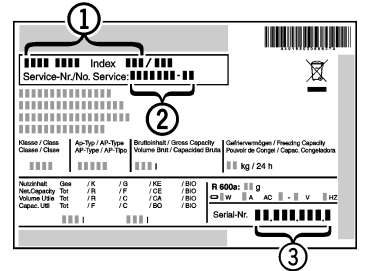

Fig. 9
- Cihazın adını Fig. 9 (1), servis numarasını Fig. 9 (2) ve seri numarasını Fig. 9 (3) model plakasından okuyun. Model plakası, cihazın iç kısmında, solda bulunur.
- Müşteri hizmetlerini haberdar edin ve hatayı, cihazın adını Fig. 9 (1), servis numarasını Fig. 9 (2) ve seri numarasını Fig. 9 (3) bildirin.